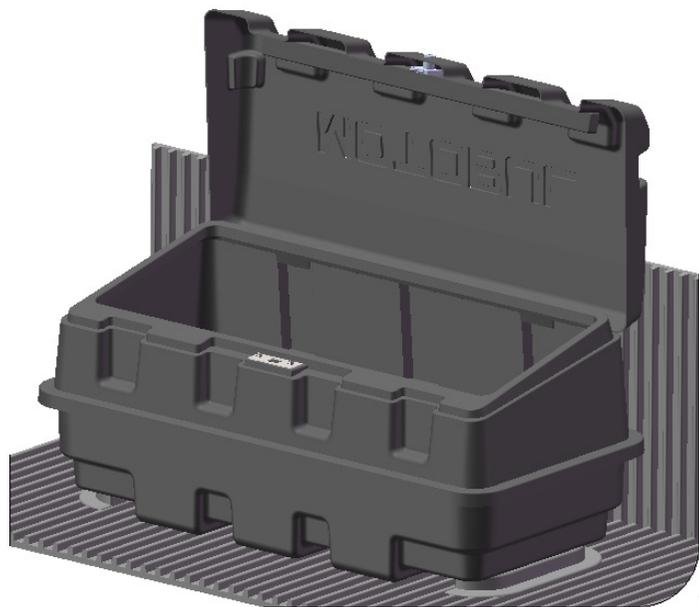
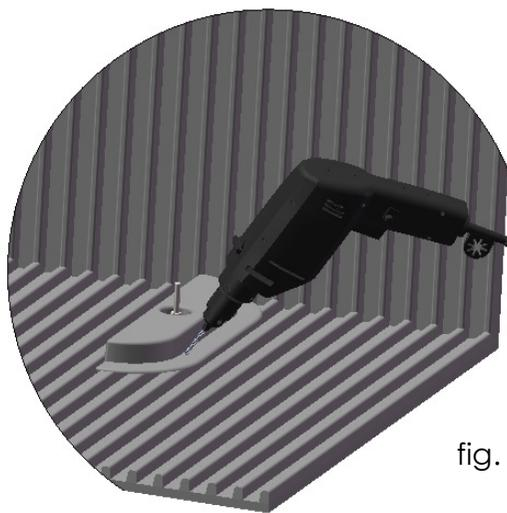

fig. 1
fig. 2
3. Leve o BOX já montado até a caçamba da pick-up, posicionando-o com a tampa aberta (ver fig 1) em uma das laterais da caçamba (sugerimos que seja nas costas da cabine da pick-up). Após ter definido o melhor local para o BOX, utilize o lápis marcador e contorne o conjunto base fixação a fim de saber o local onde deverá prender o mesmo na base da caçamba. Repita a marcação do outro lado;
4. Certifique-se de que as marcações estão bem visíveis e remova o BOX do local. Desmonte o conjunto feito na pré-montagem (frouxe a porca borboleta e a arruela da parte interna do BOX removendo-as) de forma a ter livres os dois itens da base fixação (item 2);
5. Posicione o conjunto base fixação (item 2), no local demarcado anteriormente na base da caçamba, conforme fig 2.;
6. Furação: Escolha o melhor local para furação da base do conjunto fixação e com o auxílio da furadeira faça os 4 furos em cada uma das bases, (fig 2) transpassando a proteção da caçamba. A base do conjunto fixação (item 2) não sai furada de fábrica justamente para permitir ao instalador escolher o melhor ponto para furar e prender os parafusos 3,5x16 (item 6);
7. Após furado no melhor local, prenda os parafusos 3,5x16 (item 6) nos conjuntos base fixação (item 2). Em seguida monte o BOX sobre os conjuntos base fixação (item 2) já presos na caçamba da pick-up, utilizando a mesma sequência indicada na pré-montagem, deixando o conjunto bem firme;